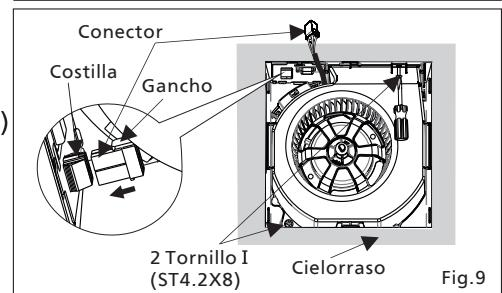

Fig.9
2. Asegure el ensamble extractor-motor con dos tornillos I, y conecte los cables al conector molex desde el extractor hasta la caja de conexiones. (Fig.9)
- ! Antes de encender el ventilador, asegúrese que el conector se encuentra en la posición correcta. (Fig.9)
- ! El gancho del conector debe estar trabando la costilla de manera completa. (Fig.9)